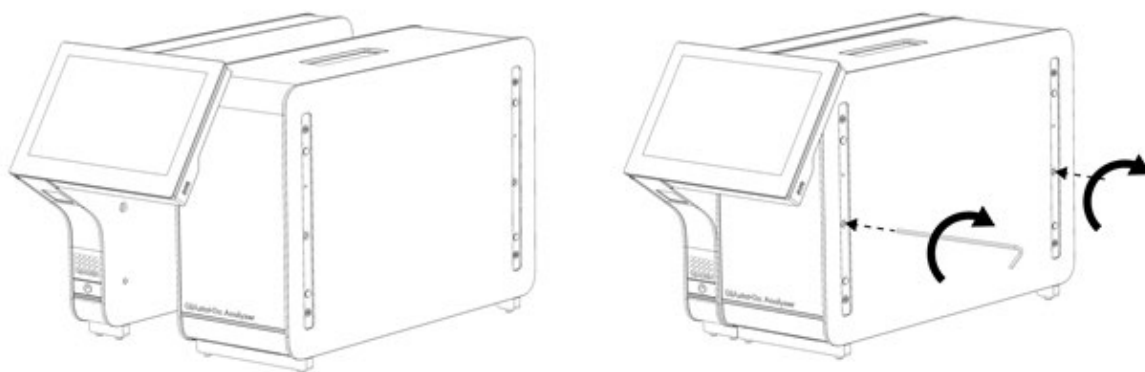

Figura 6. Atașarea modulului operațional pe modulul analitic.
3. Scoateți Modulul operațional din cutie și atașați-l pe partea stângă a Modulului analitic. Strângeți șuruburile folosind instrumentul de asamblare modul analitic-operațional, livrat împreună cu QIAstat-Dx-Dx Analyzer 2.0 (Figura 6).